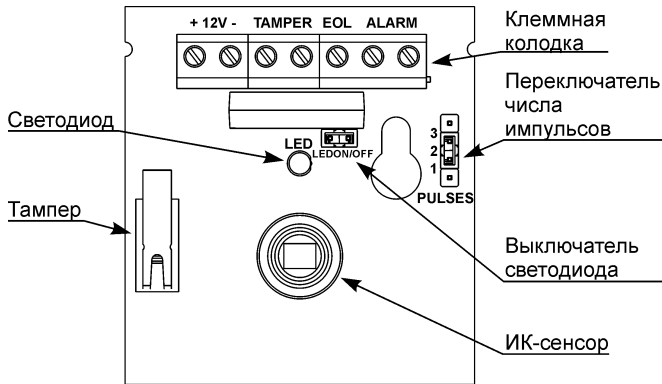

Рисунок 2 - Внешний вид платы извещателей
**Плата извещателя** (см. Рисунок 2) установлена внутри корпуса извещателя и предназначена для реализации основных функциональных возможностей.